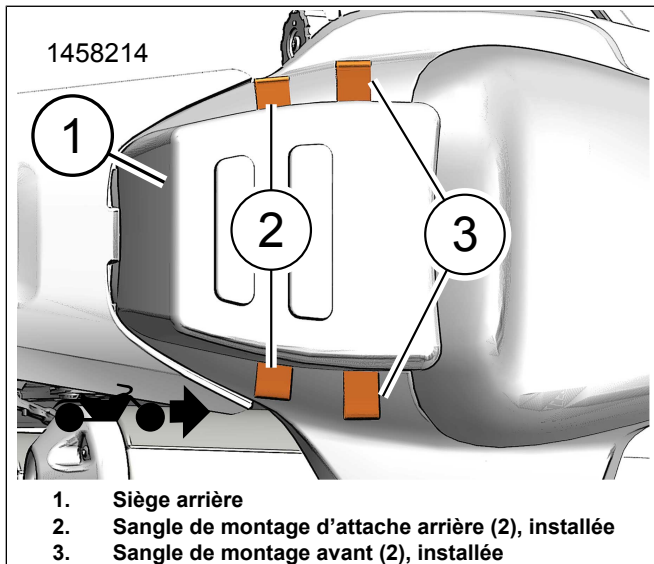

Figure 3. Installation des sangles de sacoche arrière et de la selle du passager
3. Figure 3 Installer la selle arrière (1). Consultez le manuel d'entretien.